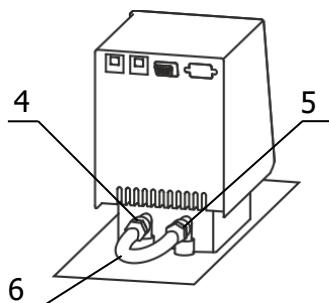

Рисунок 3 — Установка перемычки
2.2.4 Соединить шлангом-перемычкой 6 (рисунок 3) из комплекта поставки термостата входной 4 и выходной 5 штуцеры насоса блока регулирования. Закрепить перемычку на штуцерах, используя хомуты из комплекта поставки термостата.